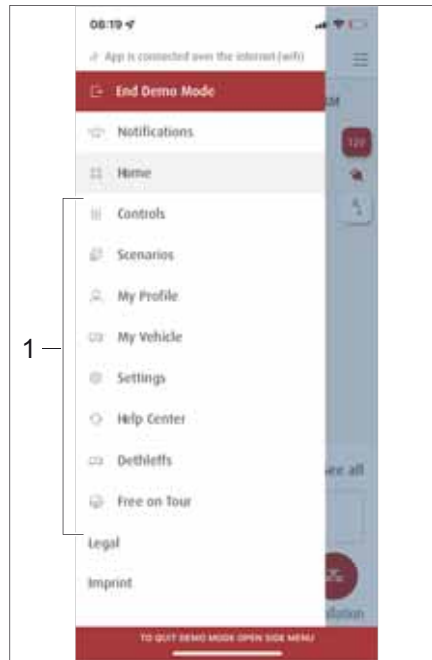
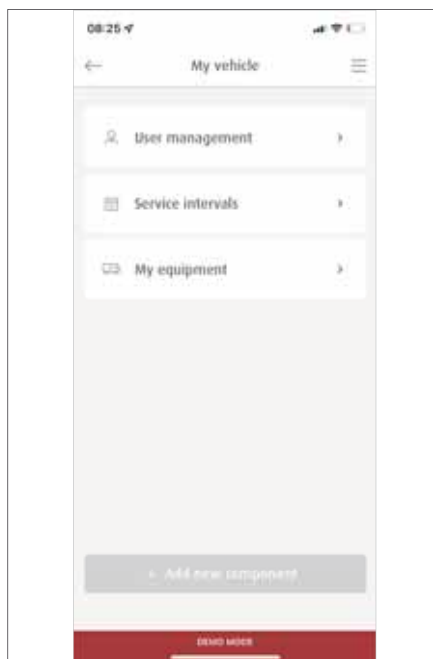

Bild 290 Undermenyer
Bild 295 Undermenyn Mitt fordon
- Klicka på symbolen ☰ i menyområdet. Undermenyerna (Bild 290,1) visas.
- Klicka på *Scenarior* (Bild 290,1) i menyområdet.
- På undermenyn (Bild 290,1) väljer du menyn *Hantering*.
- På undermenyn (Bild 290,1) väljer du menyn *Mitt fordon*. På undermenyn *Mitt fordon* (Bild 295) kan gäståtkomst ställas in, servicebokningar planeras och fordonsutrustning anges.